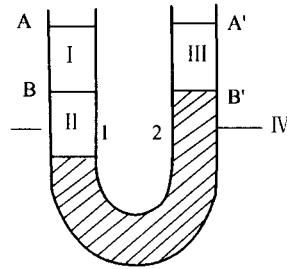

图 1-7
29. 如图 1-7 所示的 U 形管中，I、II、III 为密度不同的三种液体。A-A'、B-B' 为等高液位面。位于同一水平面上的点 1、点 2 处的静压 p_1 与 p_2 的大小为_____。